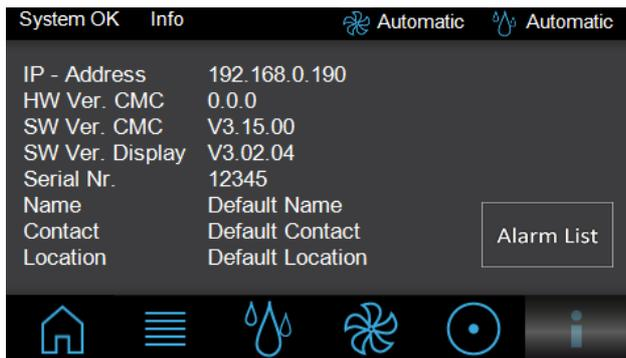

Abb. 72: Bildschirmseite „Info“
- Geben Sie die Seriennummer über die Tasten des Ziffernblocks ein. Die Seriennummer können Sie auf der Bildschirmseite „Info“ (Abb. 72) im Eintrag „Serial Nr.“ einsehen.